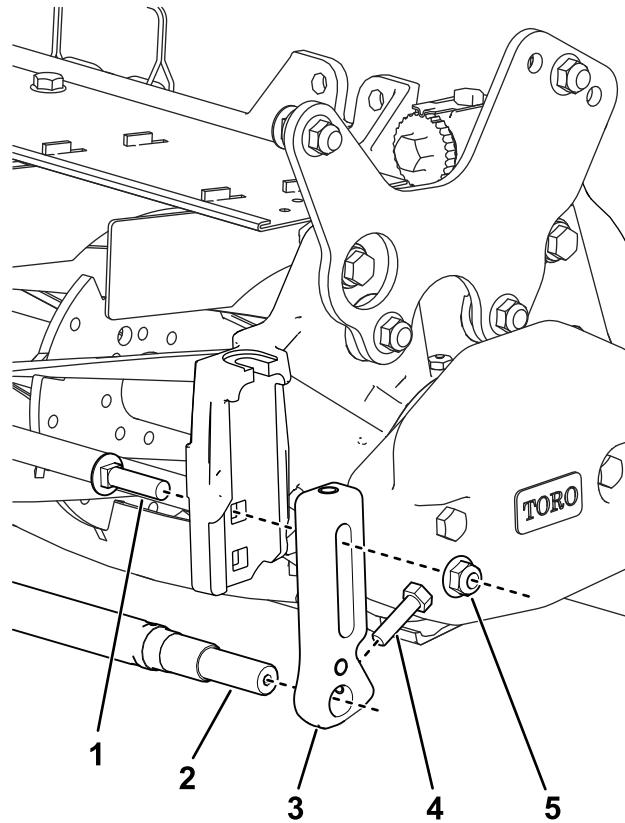

Bild 29
2. Montieren Sie die vorderen Schnitthöhenhalterungen mit den Schlossschrauben und Sicherungsmuttern an der oberen Bohrung der Seitenplatte (Bild 29).